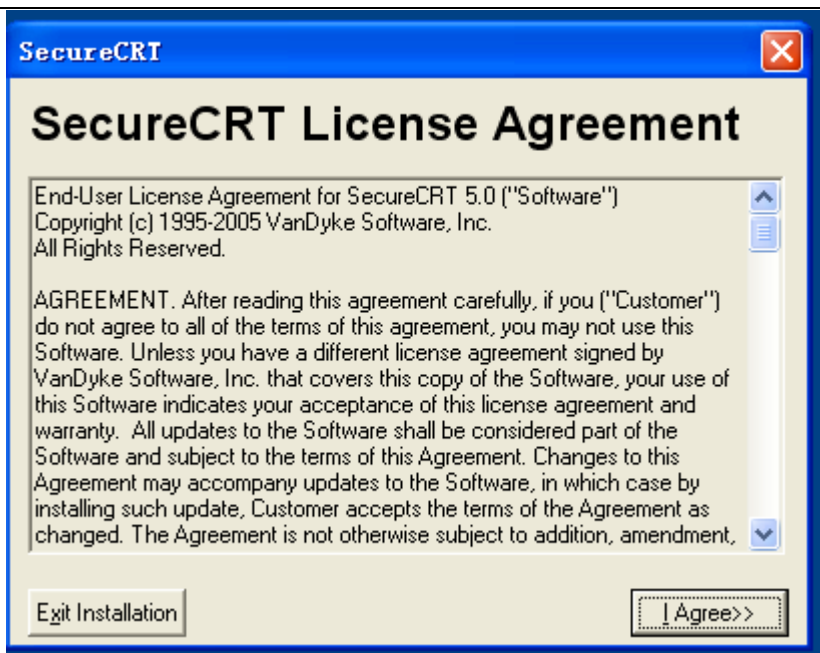

图 2.1
- 2、SecureCRT 软件需要安装,双击 scrt50b4.exe 图标,打开安装程序,出现如下图 2.1,